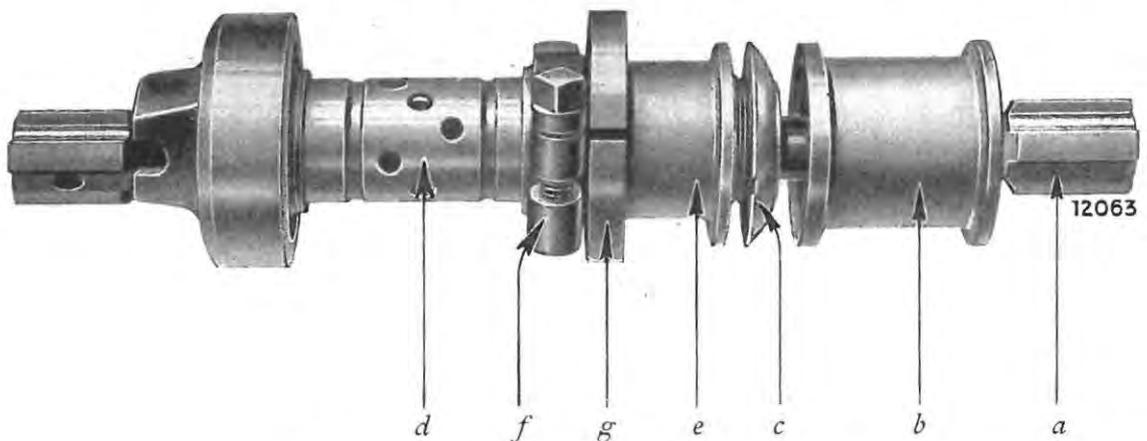

Fig. 15. — Remontage de l'arbre d'embrayage.
3. Remonter l'arbre d'embrayage (a) (Fig. 15).